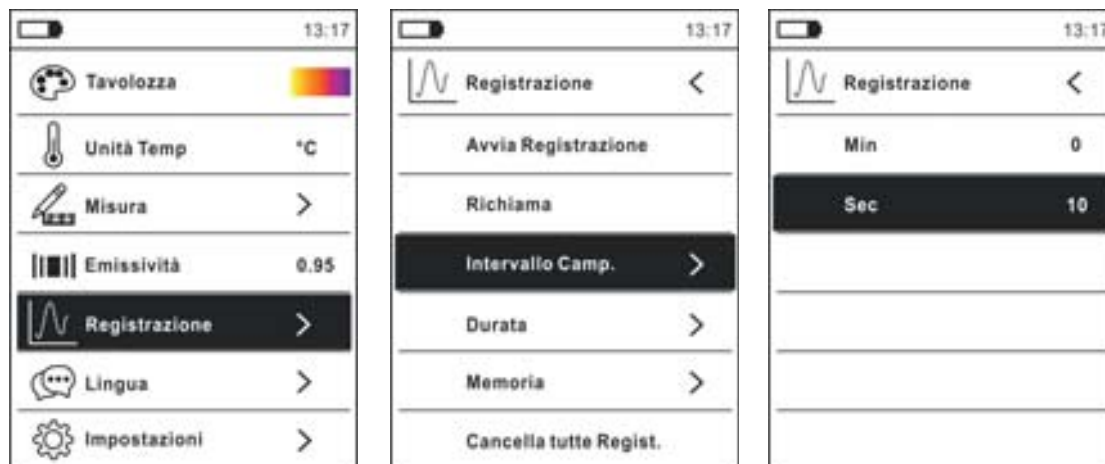

Fig. 35: Funzione data logger – Impostazione intervallo di campionamento
2. Premere il tasto , selezionare la voce “Registrazione” e premere il tasto . La videata di Fig. 35 – parte sinistra è mostrata a display
3. Selezionare la voce “Intervallo Camp.” (vedere Fig. 35 – parte centrale) e premere il tasto  per la definizione dell'intervallo di campionamento della registrazione. La videata di Fig. 35 – parte destra è mostrata a display